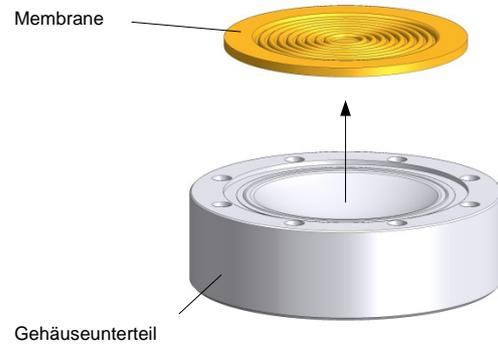

Abb. 18 Membranwechsel
- Membrane entnehmen (siehe Abb. 18).